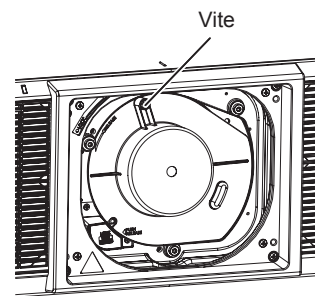

Fig. 3
4) Fissare la copertura del foro dell'obiettivo. (Fig. 3)